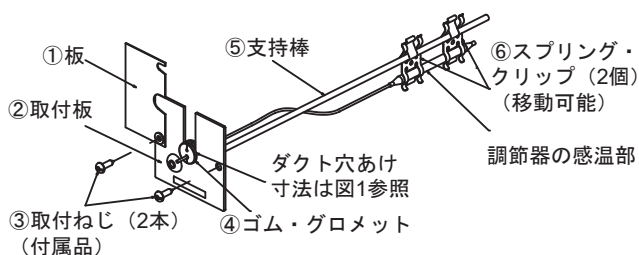

図2 取付図
調節器の感温部は、『図2』に示す「② 取付板」から直角に出ている「⑤ 支持棒」上にある「⑥ スプリング・クリップ」で挟み保持します。